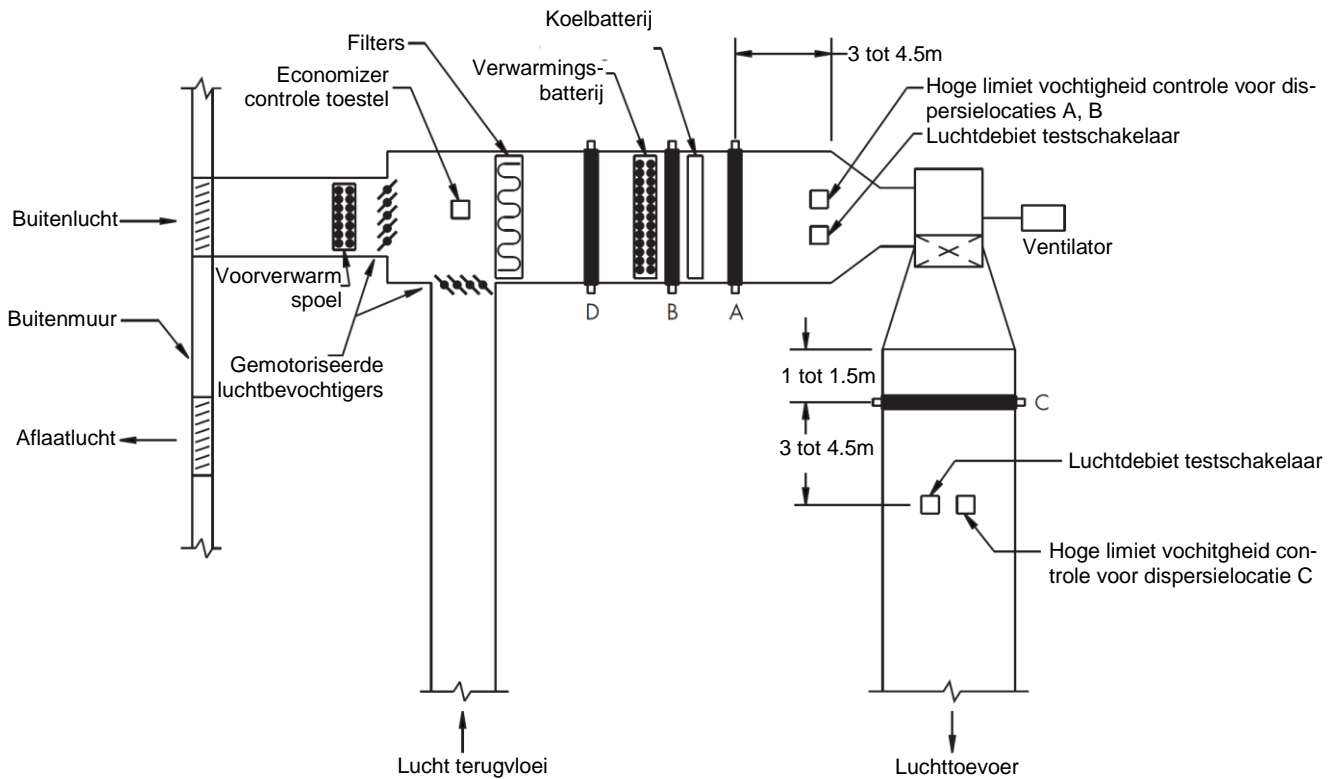

Fig. 4 Plaatsing van het dispersiegeheel in een luchtbehandelingsysteem
**2.3.2. Montage in luchtkanaal (Fig. 4)**
Om oversaturatie te voorkomen, gebruik een hoge limiet (in het kanaal gemonteerde) hygrostaat (Fig. 4). Monteer dit 3 tot 4.5m stroomafwaarts van het Ultra-sorb paneel en stel het in op 80 tot 90% RH.